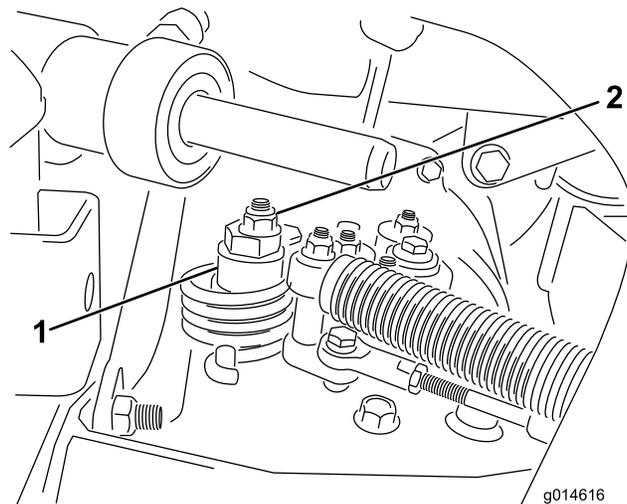

Рисунок 49
- A. Ослабьте гайку крепления эксцентрика к верхней части гидростата (Рисунок 49).
- C. Поворачивайте эксцентрик до тех пор, пока не прекратится медленное вращение колеса в любом направлении. Когда колесо перестанет вращаться, затяните гайку, которая фиксирует эксцентрик и регулировку (Рисунок 49). Проверьте регулировку в положениях